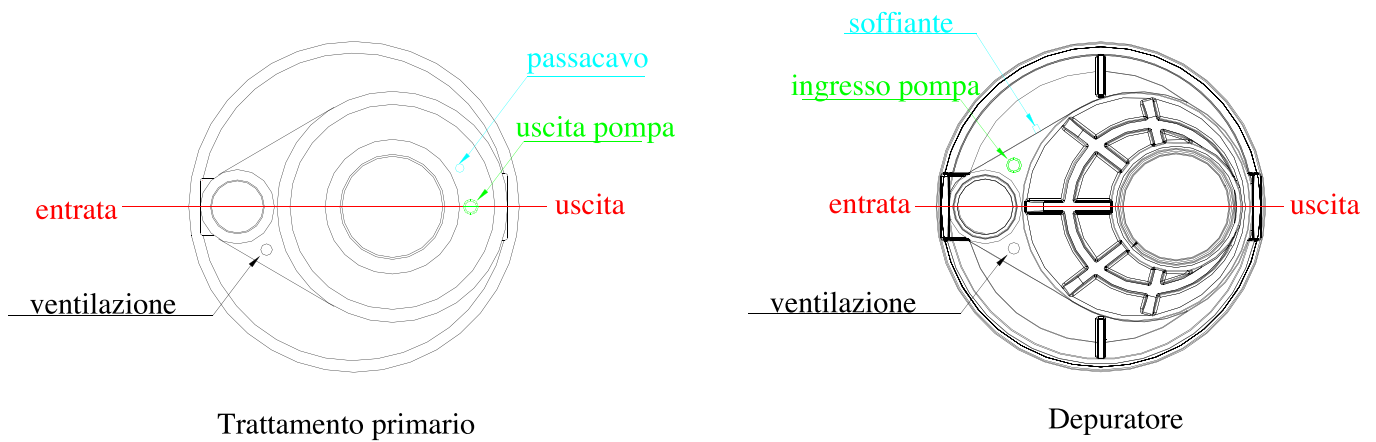

Fig.2 – Posizionamento collegamenti biogas, ossigenazione e pompa
4.2 Collegamento uscite biogas (ventilazione) (Fig.2)
- il collegamento deve essere effettuato utilizzando fascette di acciaio inox e tubo tipo rinforzato in gomma da $\frac{3}{4}$ " (19mm) o superiore, proteggendolo da schiacciamento e strozzature. Il collegamento al depuratore avverrà in corrispondenza del raccordo identificato dalla targhetta o scritta "soffiante" (Fig.2).